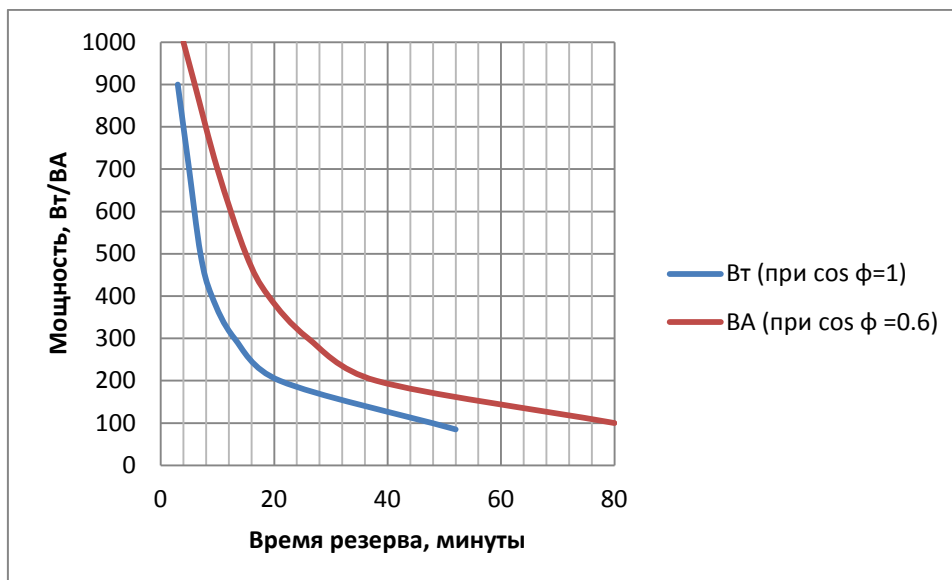

Рис.1
1.2.29 Примерное время работы в резервном режиме от установленных АБ 1209С в зависимости от потребляемой мощности и характера нагрузки приведено на рис. 1.